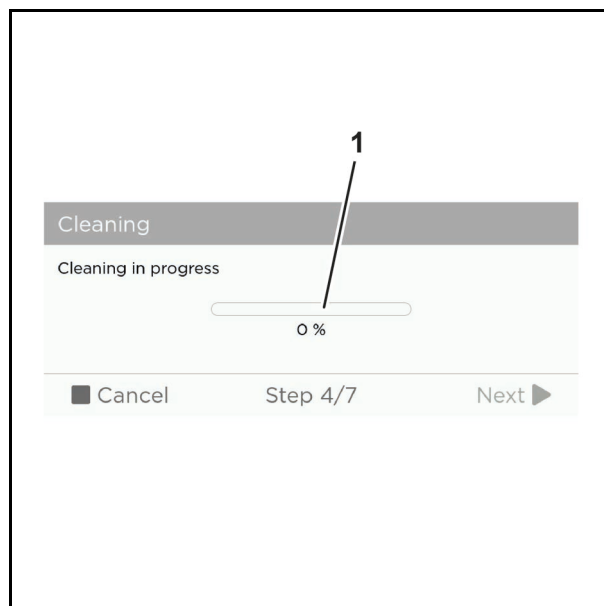

Abb. 80 Beispielgrafik
6. Die Reinigung läuft automatisch ab und erfordert keine Bedienung. Der Fortschritt kann an der Statusanzeige (Abb. 80/1) auf dem Touchscreen verfolgt werden.